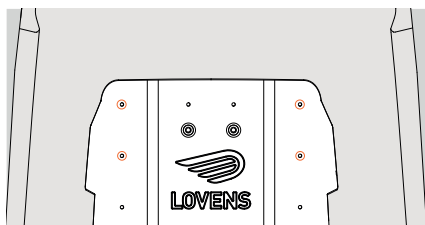

Figure 3 - Retrait des bouchons.
2. Fixez le pied avec la vis M6x25 ②. Faites glisser la rondelle ④ autour de la vis ② et placez le tout dans les positions indiquées. Serrez les vis ② serrage à la main (5 Nm). Utilisez une clé Allen 5.
4. Avant de pouvoir installer le siège avant, vous devez retirer les quatre bouchons (comme indiqué sur la figure 3). Utilisez à cette fin un tournevis plat que vous insérez soigneusement sous les bouchons.